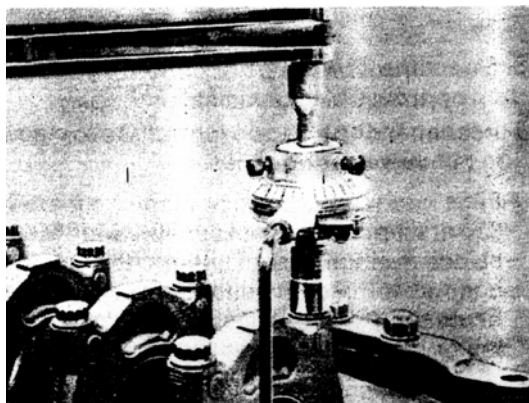

РИС. 47
14) Установите крышки коренных подшипников с подшипниками скольжения в нужное положение и затяните болты крепления до исходного крутящего момента от 5 + 1 кг·м. и затягивайте крепёжные болты на 90° – 110°, используя приспособление для угловой индексации 2576 5890 0204. (рис.47).